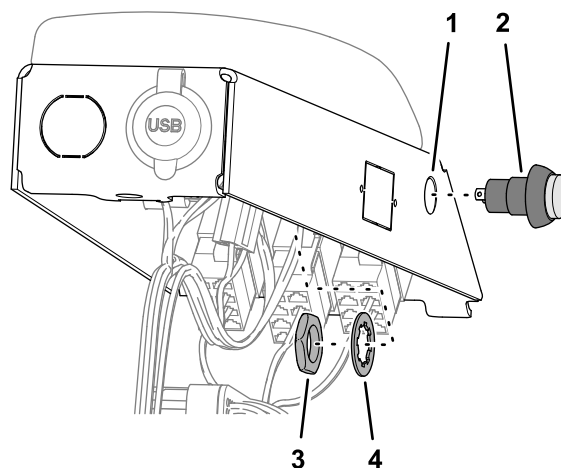

Figure 97
1. Insérez le bouton-poussoir dans le trou du panneau d'accoudoir (Figure 97).
2. Fixez le bouton-poussoir sur le panneau avec la rondelle frein et l'écrou de blocage fournis avec le bouton-poussoir (Figure 97).